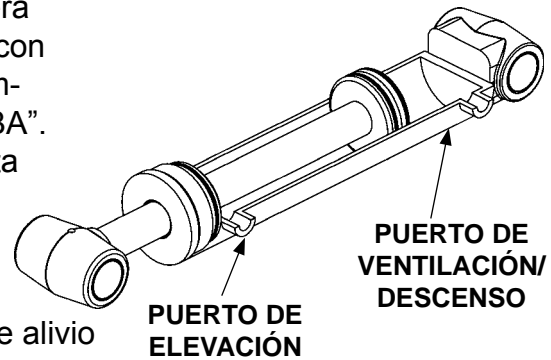

FIG. 36-1
5. Inspeccione el cilindro hidráulico. Con la plataforma sobre el suelo, retire el tapón (con respiradero) o línea de ventilación del puerto de ventilación/descenso del cilindro (FIG. 36-1). Eleve la plataforma hasta nivel de cama. Deje accionado el motor dos segundos más mientras inspecciona el puerto de ventilación/descenso en busca de fluido hidráulico; es normal que salgan unas cuantas gotas, pero si es un flujo constante significa que los sellos del pistón están desgastados. De ser así, reemplace los sellos.